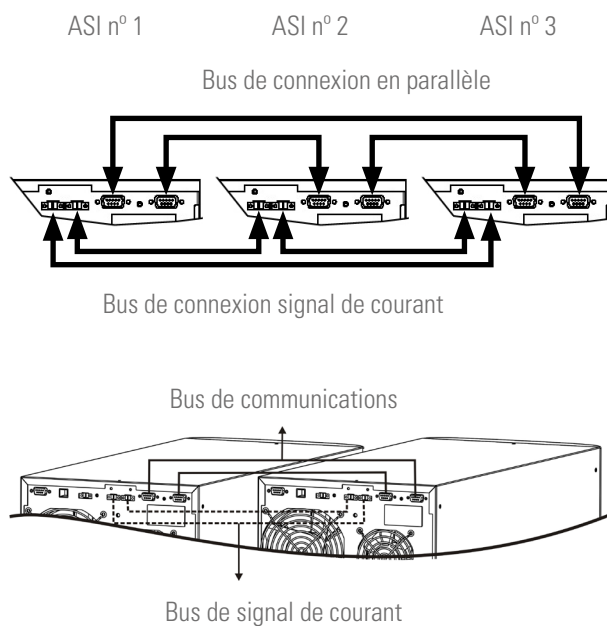

Fig. 22. Connexion bus de communication et signal de courant.
La longueur du câble parallèle est de 1,5 mètres environ et il ne doit pas se prolonger sous aucun concept pour le risque d'interférences et défauts dans la communication que cela comporterait. Dans la Fig. 22 on représente une installation avec deux équipements en parallèle. Pour trois ASI opérez de la même manière pour fermer le bus de communications et celui de signal de courant.
- **Bus de connexion signal de courant.** Utilisez le tuyau à connecteurs dans les extrêmes pour lier les équipements et fermer le bus de courant au moyen de la liaison à travers des connecteurs deux équipements corrélatifs, tellement est montré dans la Fig. 22. Finalement, fermez le boucle du bus entre le dernier équipement et le premier.
Dans la Fig. 22 on représente une installation avec deux équipements en parallèle. Pour trois ASI opérez de la même manière pour fermer le bus de communications et celui de signal de courant.